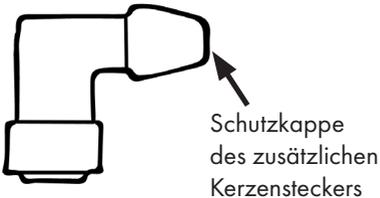

Abbildung 36
- Nehmen Sie den zusätzlichen Kerzenstecker und lösen Sie die Schutzkappe des Steckers, Abb. 36.